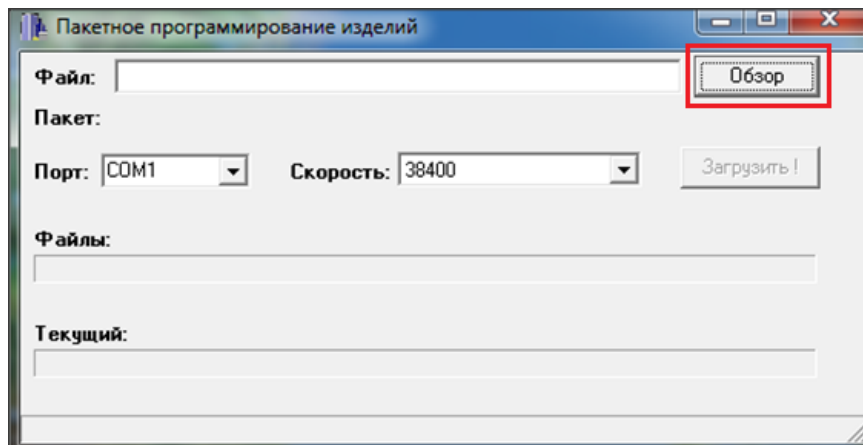

Рисунок 4 - Установка расположения файла программного обеспечения
- 1.1.7. Указать расположение файла программного обеспечения ППК, для этого нажать кнопку **Обзор** (рисунок 4).